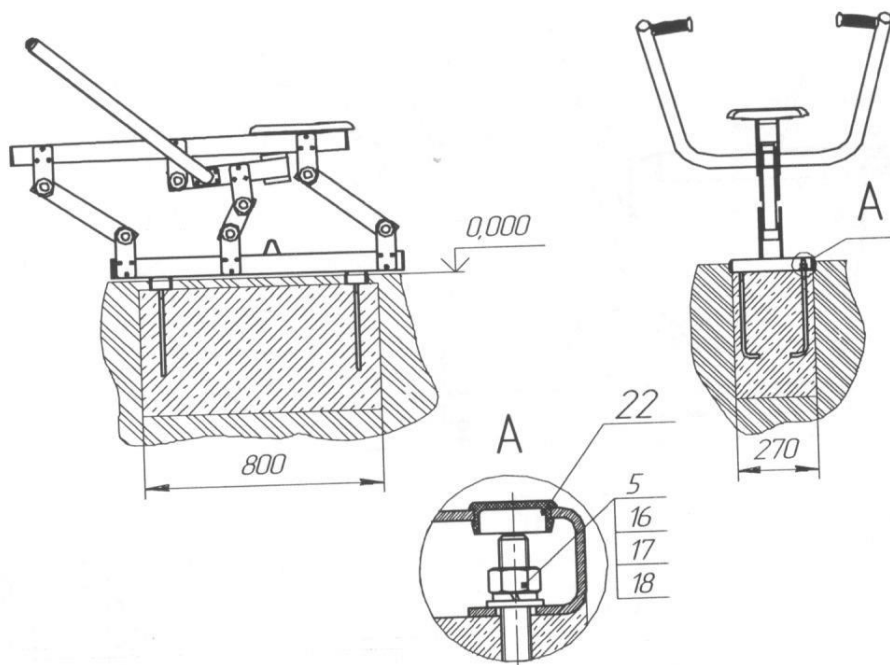

Рис.5
- 12.3.8 Убедиться в сухости и прочности залитого бетона. Установить тренажер на анкерные болты и закрепить с применением фиксатора резьбы, установить заглушки поз. 22 (рис.5).